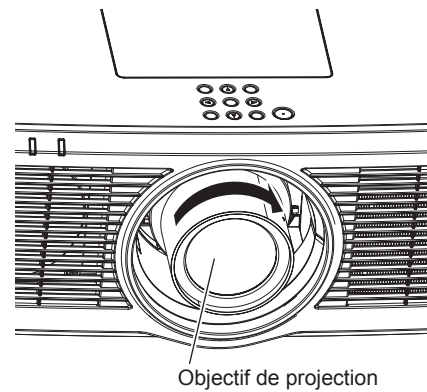

Fig. 2
- 2) **Tournez l'objectif de projection dans le sens horaire jusqu'à l'extrémité. (Fig. 2)**